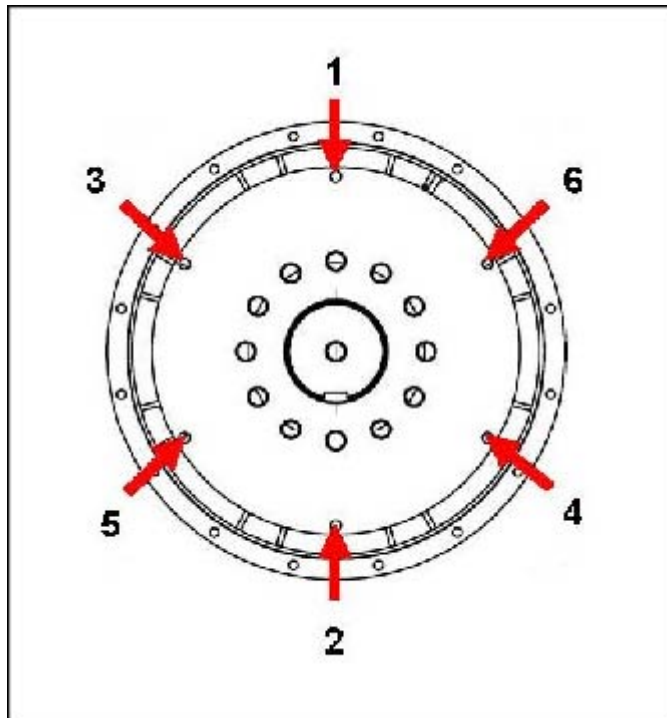

FIGURA 12. SECUENCIA DE FIJACIÓN AL VOLANTE
10. Apriete los pernos para fijar el disco de acoplamiento al volante, en la secuencia que se muestra en Figura 12 en la página 30